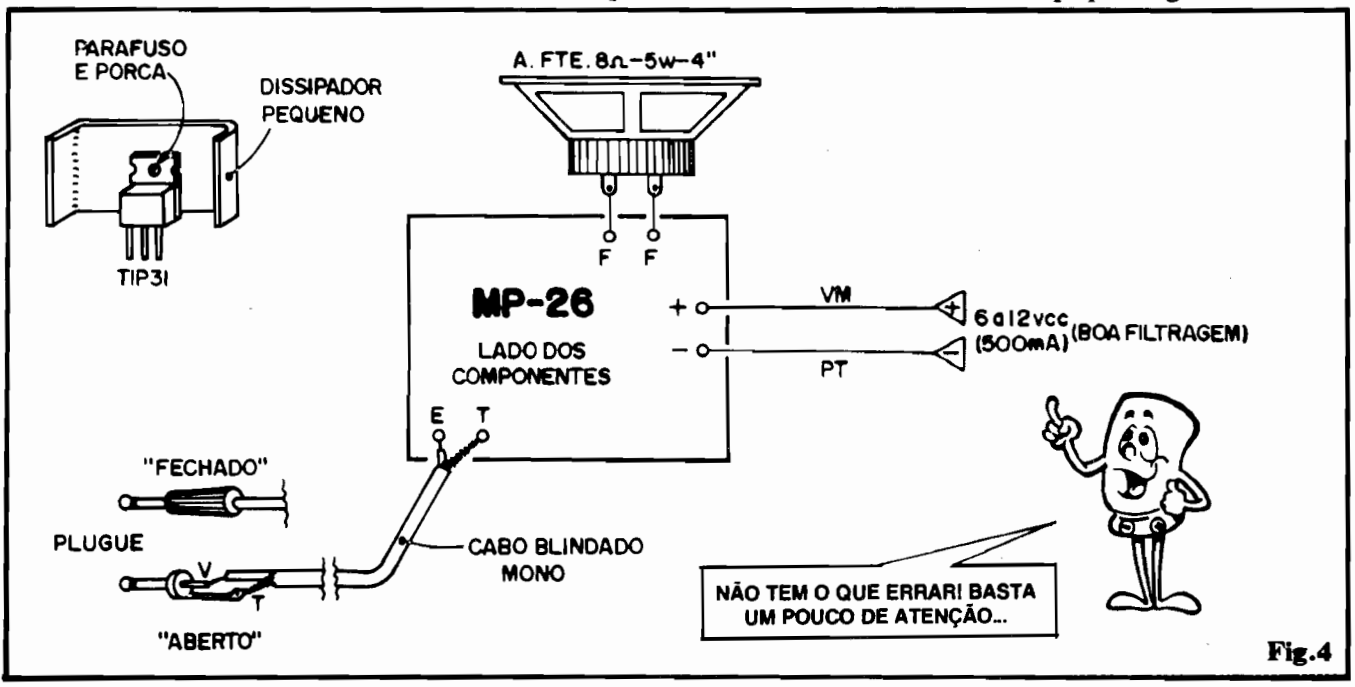

Fig. 4
- FIG. 4 - Conexões externas à placa. São poucas e simples: as do alto-falante "não têm segredo"; as da alimentação devem respeitar a polaridade (fio **vermelho** para o **positivo** e fio **preto** para o **negativo**) e as da cabagem de Entrada devem respeitar as posições da "malha" (blindagem, ligada ao "T") e "vivo" (fio isolado interno, ligado ao "E"...). A figura mostra também como fica o transistor TIP31 com o recomendado dissipador de calor (este fi-